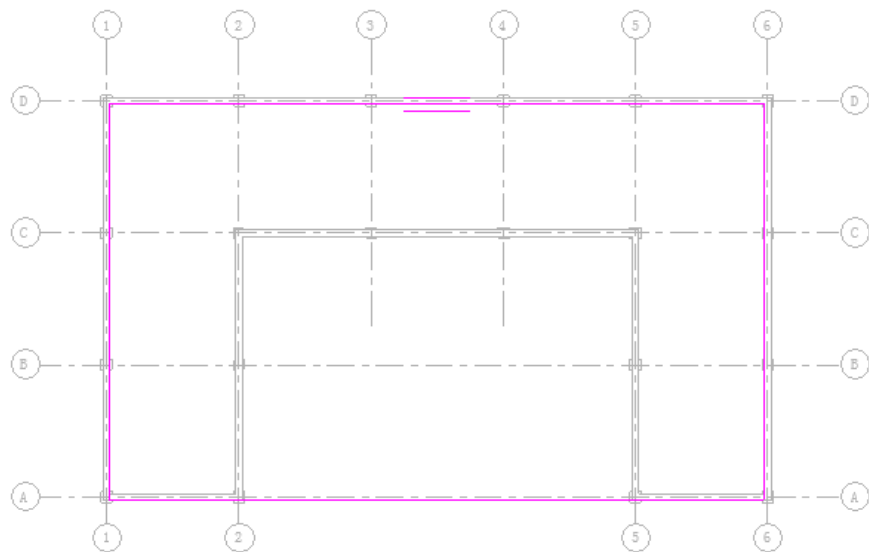

图 11-25 指定跨方向
(4) 单击“绘制”面板中的“跨方向”按钮和“拾取线”按钮, 拾取图中的水平边界线为跨方向, 如图 11-25 所示。也可以单击“线”按钮, 绘制一条线段来指定跨方向。